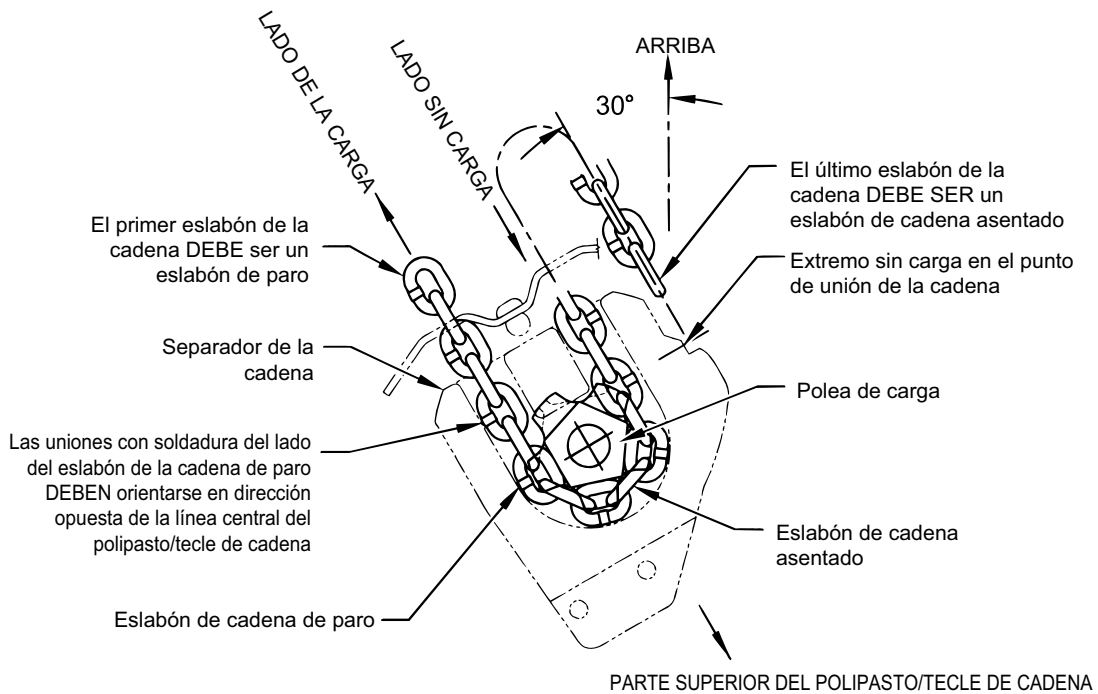

Figura 7-2 Diagrama de instalación de la cadena de carga
- 5) **⚠ PRECAUCIÓN** Invierta el polipasto/tecle de cadena de modo que la abertura del separador de la cadena se oriente hacia arriba e incline el polipasto/tecle de cadena aproximadamente 30° como se muestra en la Figura 7-2. Inserte la cadena dentro del separador de la cadena, en la apertura del lado de sin carga, asegurándose de que el primer eslabón sea un eslabón de paro vertical y que su soldadura se oriente en dirección opuesta de la línea central del polipasto/tecle de cadena.